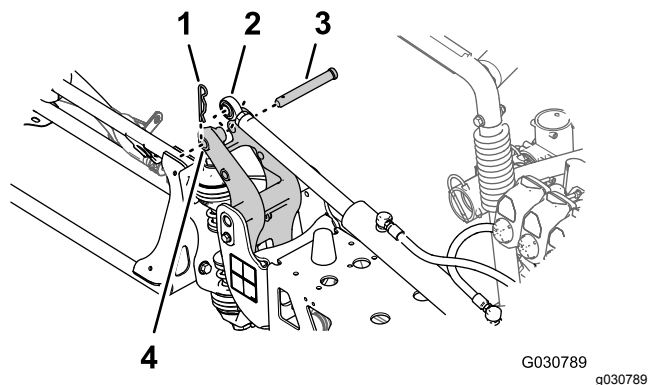

Figure 136
6. Placez la tige du vérin de levage en face du trou de 25 mm dans la fourche de la fixation de pivot (Figure 136).
7. Fixez le vérin de levage à la fixation de pivot à l'aide de l'axe de chape et de la goupille fendue (Figure 136) que vous avez retirés à l'opération 3 de Dépose des vérins de levage (page 36).